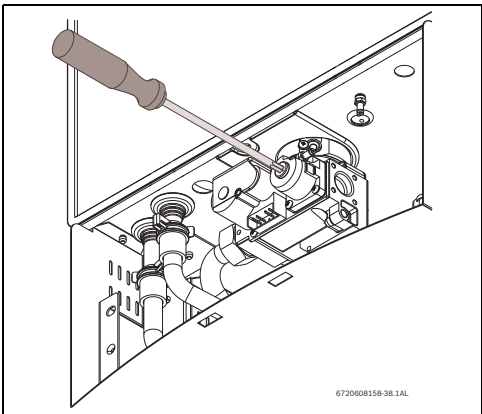

Fig. 41 Ajuste de CO₂ en modo P2
- Remover la pintura amarilla de precintado/sellado, de la tapa de protección de la parte delantera de la válvula de gas y removerla con una llave Torx n° 40, Fig.41.
- Colocar la tapa de protección de la parte delantera de la válvula de gas, Fig.41.